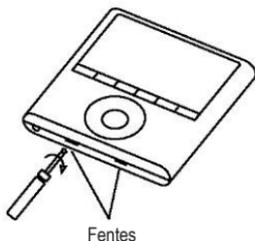

Fig. 3-4
- Introduisez un tournevis plat dans les fentes dans la partie inférieure de la télécommande filaire (2 endroits), puis déposez la partie supérieure de la télécommande filaire. (Fig. 3-4)